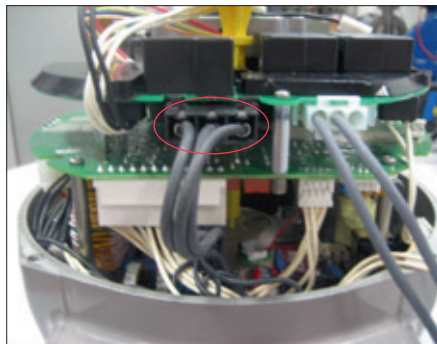

Abb. 45
- Schließen Sie das 3-polige Stromversorgungskabel der Anschlussklemmleiste an die OM13-Karte an (Abbildung 45).